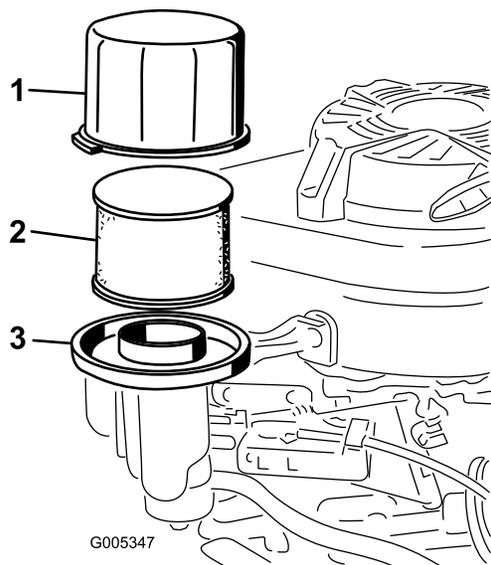

Bild 23
2. Entfernen Sie die Abdeckung und reinigen Sie sie gründlich (Bild 23).
3. Nehmen Sie den Schaumvorfilter und den Papierluftfilter aus dem Luftfilterunterteil heraus (Bild 23).